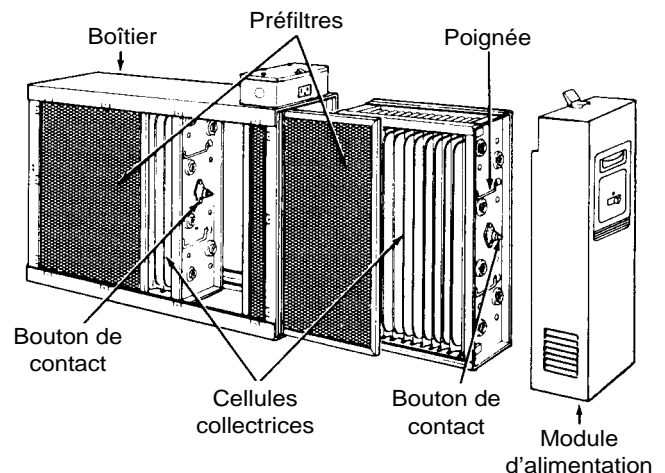

Figure 19
10. Une fois le boîtier installé, y introduire les préfiltres et les cellules (figure 19).